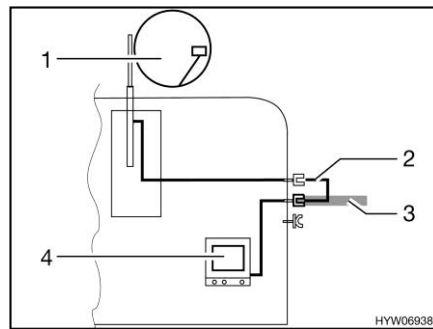

Bild 199 TV i fordonet
- TV i fordonet (Bild 199,4): Anslutning till takantenn (Bild 199,1) med anslutningskabel (Bild 199,2)
- TV i fordonet (Bild 199,4): Anslutning till extern antenn (Bild 199,3)